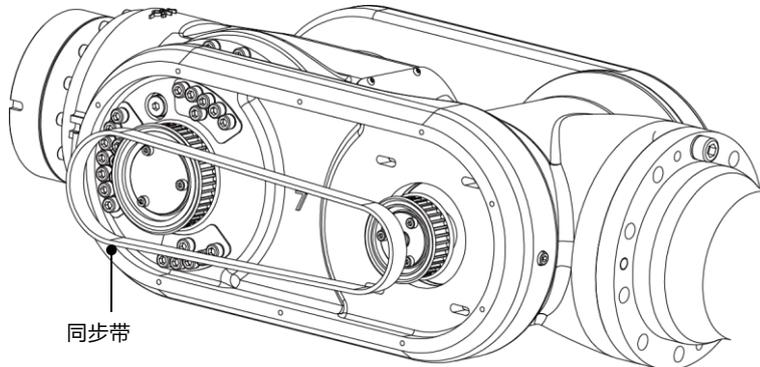

图 10-15 拆卸同步带
- 步骤6. 减小两带轮间距, 拆卸旧同步带, 然后安装新同步带, 如图 10-15 所示。